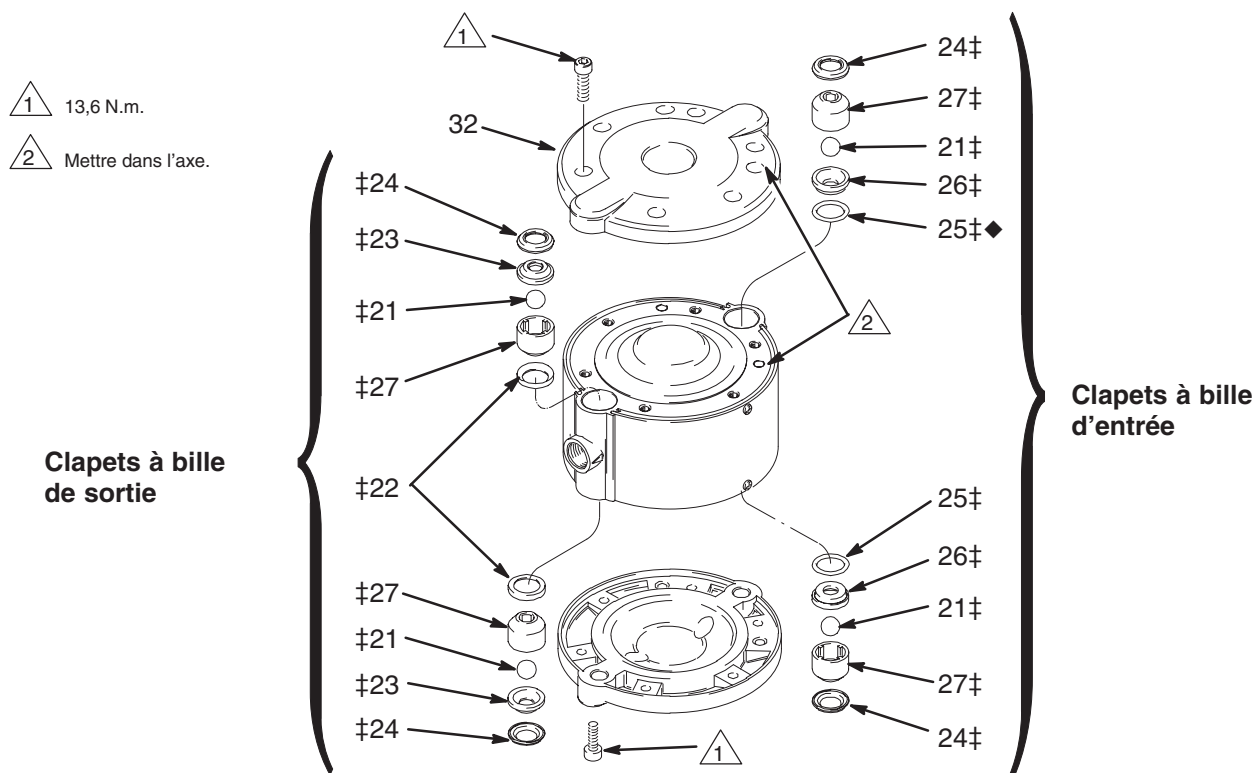

Fig. 4
2. Démontez les clapets à bille d'entrée et de sortie. Remarquer que le sens des éléments du clapet d'entrée est différent de celui du clapet de sortie. Voir Fig. 4.
1. Remonter les clapets d'entrée et de sortie d'un côté de la pompe. Les clapets d'entrée et de sortie sont montés différemment. Monter les éléments exactement comme indiqué à la Fig. 4.
2. Monter un capot (32) sans serrer pour empêcher les clapets de tomber. Voir page 14.